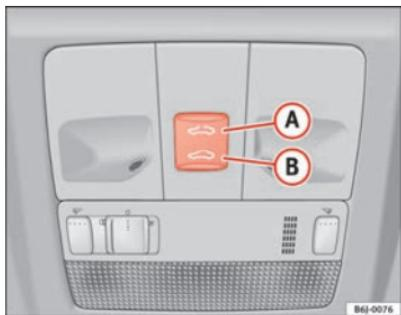

Fig. 50 Techo panorámico / deflector
- Pulse y mantenga pulsado el botón **B** ⇒ fig. 50 ⇒ , el techo realiza el movimiento de cerrado hasta que se suelta el botón.